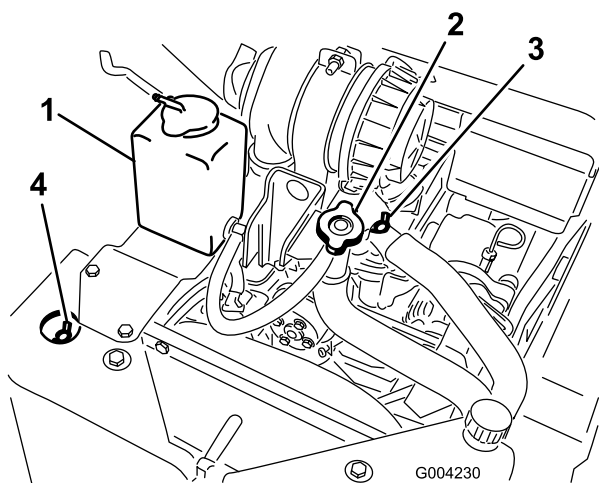

**Рисунок 20**
1. Проверьте уровень охлаждающей жидкости в расширительном бачке (Рисунок 20).